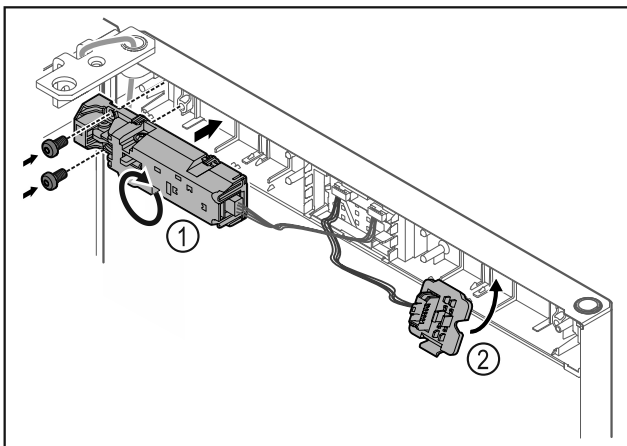

Fig. 13
- ▶ Περιστρέψτε την τηλεχειριζόμενη κλειδαριά Fig. 13 (1) 180° και στερεώστε τη στην απέναντι πλευρά.
- ▶ Κουμπώστε το στηρίγμα του φιδι Fig. 13 (2) στην απέναντι πλευρά.\*